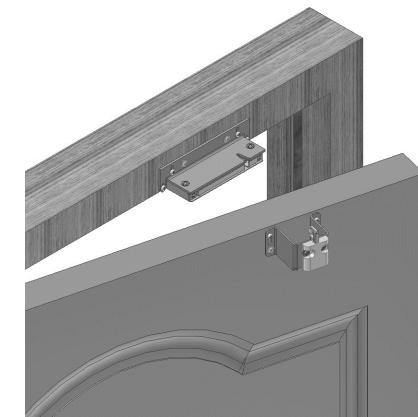

Рис.4 Установка замка на дверь, открывающуюся вовнутрь.
- монтажный комплект **МК AL-250UZ** для установки замка на двери, открывающиеся вовнутрь (Рис.4);